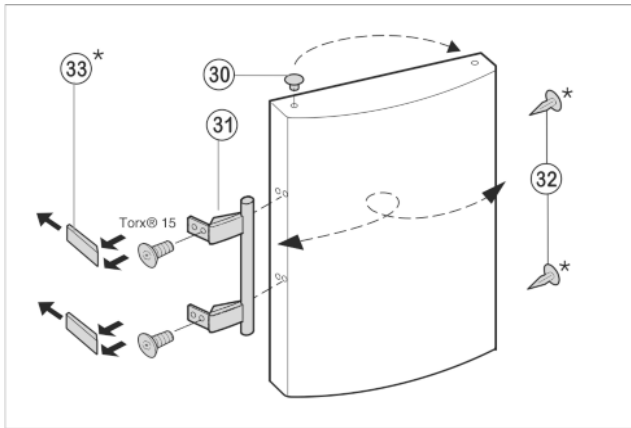

Fig. 7
- Stopfen Fig. 7 (30) aus der Türlagerbuchse herausheben und umsetzen.
- Türgriff Fig. 7 (31), Stopfen Fig. 7 (32) und Druckplatten Fig. 7 (33) abmontieren und auf die Gegenseite umsetzen.